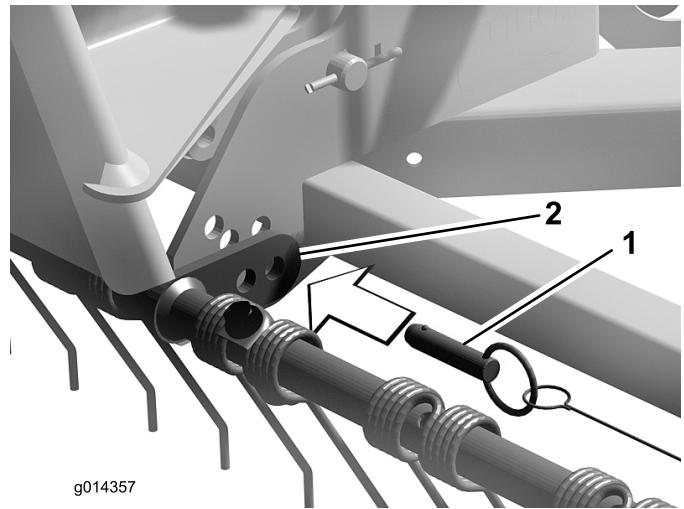

Figure 8
3. Fixez la patte de la barre porte-dents à ressort au Turf Groomer avec la goupille à extraction rapide (Figure 8). L'angle de la barre porte-dents peut être réglé en déplaçant la goupille à extraction rapide dans une autre série de trous sur la patte de montage et le Groomer.
Remarque: Pour verrouiller la barre porte-dents à ressort en position de fonctionnement ou de rangement, il faudra éventuellement exercée une légère poussée vers l'intérieur pour aligner la goupille à extraction rapide sur la patte de montage (Figure 8).